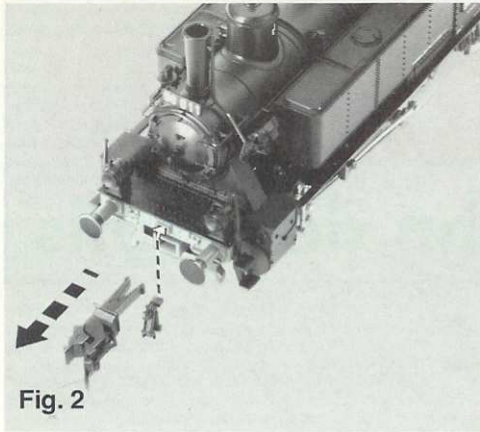

Fig. 2
Vorsichtig in Pfeilrichtung abziehen. 2. Die Attrappen in die vorgesehenen Aussparungen einstecken. Eventuell mit etwas Klebstoff befestigen (Fig. 2 und 3).
2. Insert the alternative coupling gear Secure in position with plastic glue (fig. 2 and 3).
2. Introduire à leur place les attelages fictifs. Eventuellement les fixer au moyen d'un goutte de colle (fig. 2 et 3).
De automatische **FLEISCHMANN PROFI** koppelingen kunnen vervangen worden door de bijgevoegde imitatiekoppelingen. Daartoe dient men de **FLEISCHMANN PROFI** koppeling te verwijderen en de imitatiekoppeling in de daarvoor bestemde uitsparing te monteren. Bij de bevestiging kan eventueel iets lijm worden gebruikt (fig. 2 en 3).
2. Attrappen stikkes ind i slidsen. Fastgøres evt. med lidt lim. (Fig. 2 og 3).
2. Innestare le imitazioni nelle apposite rientranze. Eventualmente fissarle con un po' di adesivo (fig. 2 e 3).